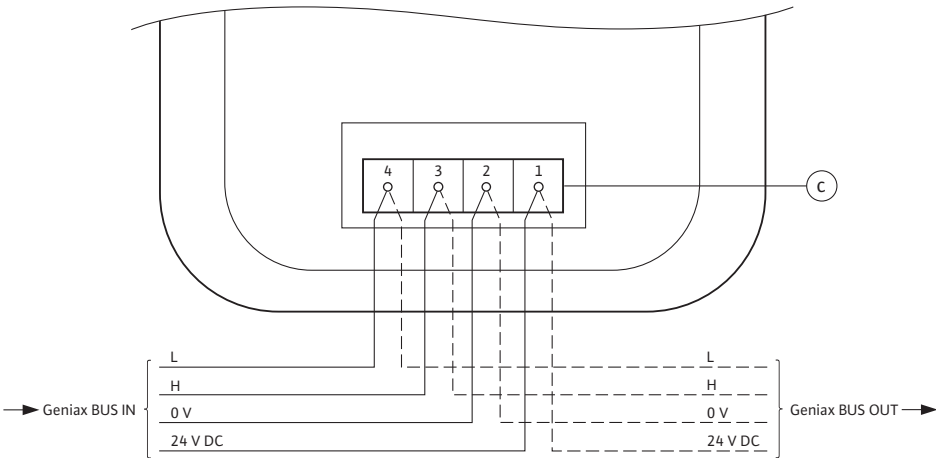

Fig.18-1a: Anschluss Geniax Bediengerät an Geniax Bussystem
- Die Aderenden des **ankommenden** Buskabels (Geniax BUS IN, vgl. Fig. 18-1a) 5-6 mm abisolieren.
- Die vier farbigen Adern (rot, schwarz, gelb, weiss) des **ankommenden** Buskabels (Geniax BUS IN) an die entsprechenden Klemmen des Klemmenblocks c anschließen gem. Tab. 18-1 und Fig. 18-1a.
- Bediengerät terminieren gem. Fig. 18-1a, falls das Bediengerät letzter Busteilnehmer des Bussystems oder einer Bus-Linie ist.
- Die Aderenden des **weiterführenden** Buskabels (Geniax BUS OUT, vgl. Fig. 18-1a) 5-6 mm abisolieren.
- das **weiterführende** Buskabel (Geniax BUS OUT) an die entsprechenden Klemmen des Klemmenblocks c anschließen gem. Tab. 18-1 und Fig. 18-1a.